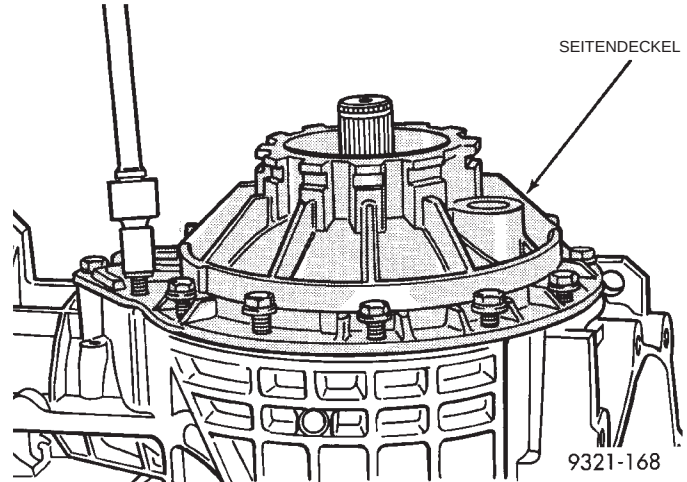

Abb. 317 Differentialdeckel montieren
(26) Differentialdeckel montieren (Abb. 317). Zum jetzigen Zeitpunkt noch keine Silikon-Dichtmasse auftragen. Alle Schrauben eindrehen und anziehen.